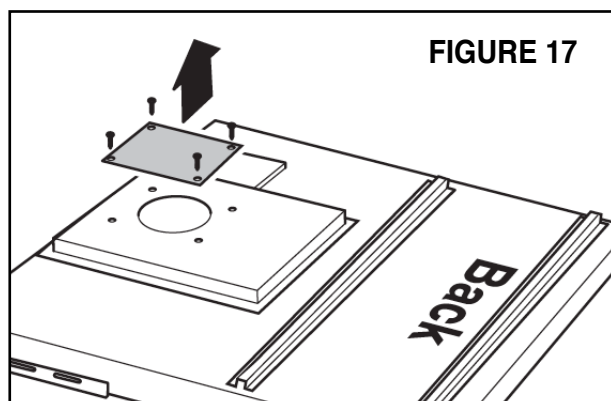
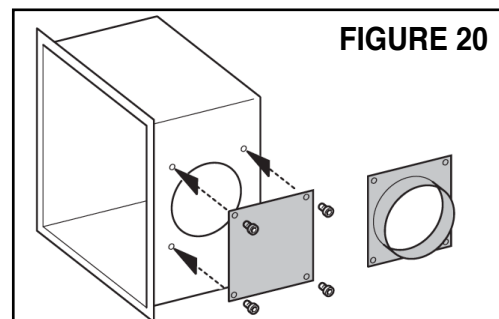

FIGURE 17
FIGURE 20
- Retirez le petit couvercle au dos de la hotte (FIGURE 17)
- Retirer le collier de ventilation de la boîte du ventilateur et fermer l'ouverture dans la soufflerie avec le couvercle enlevé à l'arrière du boîtier hotte retiré de la FIGURE 17. Attachez avec 4 vis. (FIGURE 20).